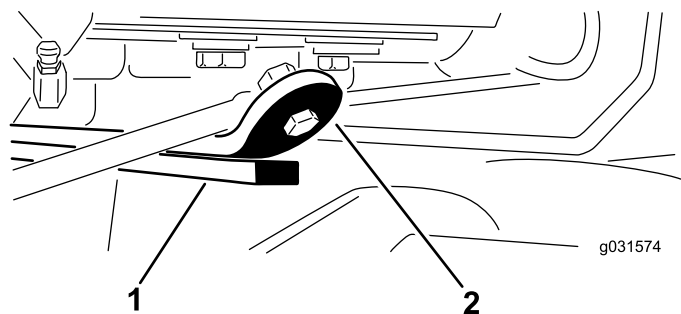

Figura 14
3. Avviate il motore, sollevate gli apparati di taglio e verificate che il gioco tra la cinghia di usura sopra la barra di usura dell'apparato di taglio posteriore e la cinghia paracolpi sia di 0,51-2,54 mm, come illustrato nella Figura 14.